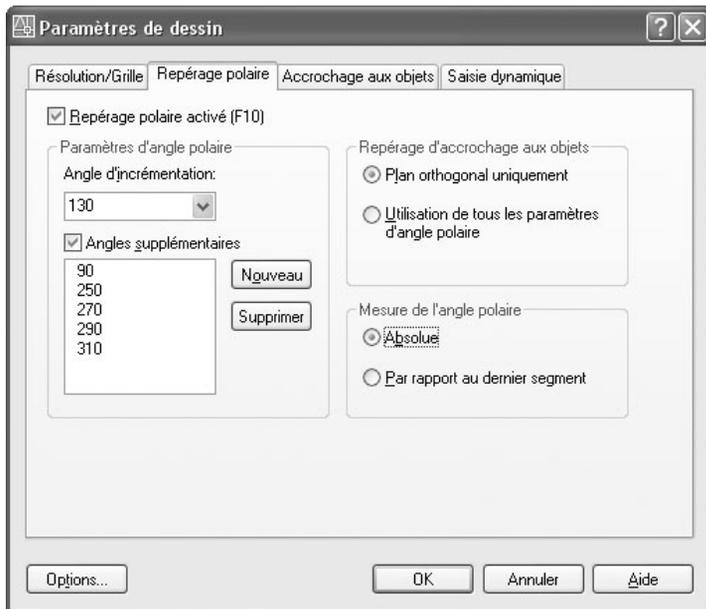

Fig.3.12
- 2 Sur l'onglet **Repérage polaire** (Polar Tracking) de la boîte de dialogue **Paramètres de dessin** (Drafting Settings), sous **Repérage d'accrochage aux objets** (Object Snap Tracking Settings), sélectionner l'une des options suivantes (fig.3.12) :